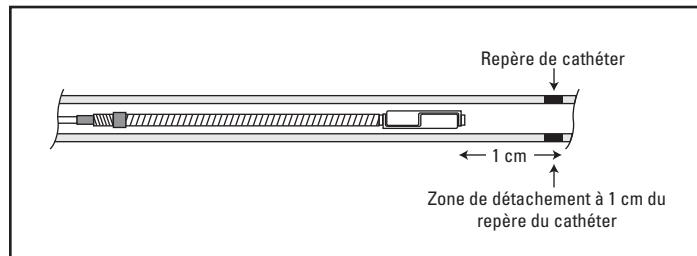

Figure 5. Progression de la spirale IDC jusqu'à la position précédant la libération (microcathéter avec repère 1-RO)
- Microcathéter avec repère 1-RO :** Manipuler la spirale IDC sous radioscopie jusqu'à ce que la zone de détachement de la spirale soit environ à 1 cm du repère d'extrémité radio-opaque du microcathéter (figure 5). Cela permet de positionner les bras de verrouillage à environ 1 cm de l'extrémité du microcathéter. **Ne faire progresser le guide de mise en place que lorsque la libération de la spirale est prête.**